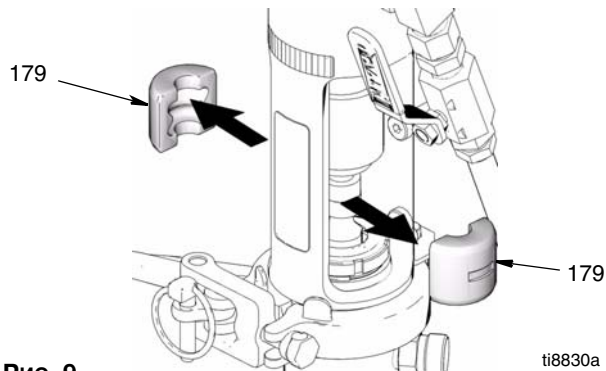

Рис. 9
5. (Рис. 9) Снимите штоковые соединители (179).